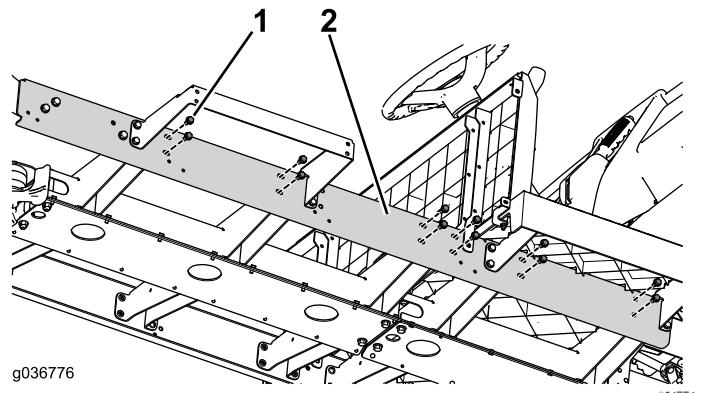

Figure 31
7. Montez les fixations restantes du profilé (Figure 31).